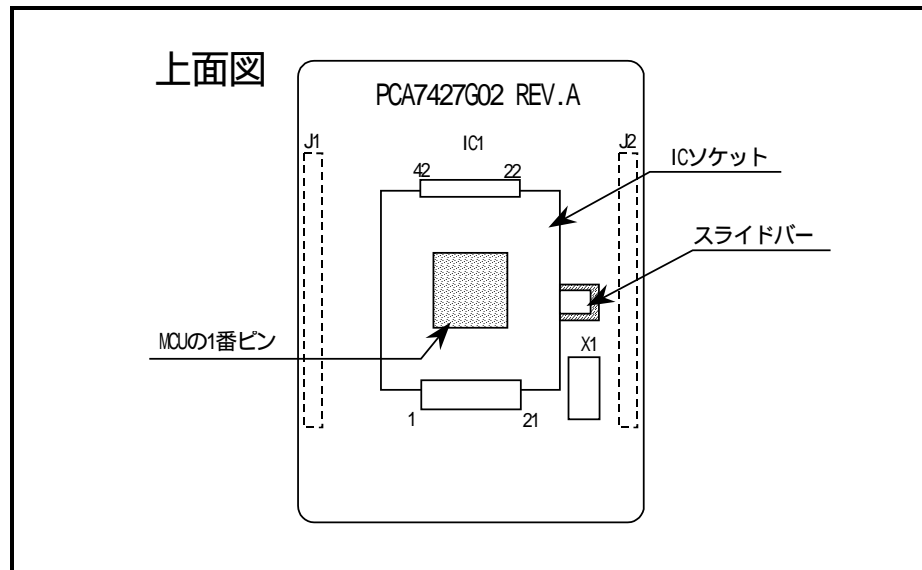

図 4.3 MCU のセット方法
- (1) 図 4.3に示すように、IC ソケット中央部のスライドバーをシルクの斜線部分と重なるようにセットします。
- (2) 図 4.3に示すように、PCA7427G02 上の IC ソケットの 1 番ピンに、MCU の 1 番ピンを合わせて装着します。